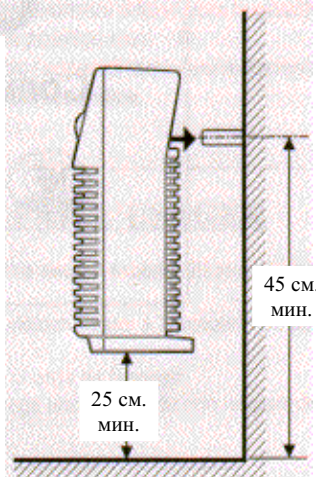

рис. 2
- Конвектор следует устанавливать на высоте минимум 25 см от пола (рис. 2).